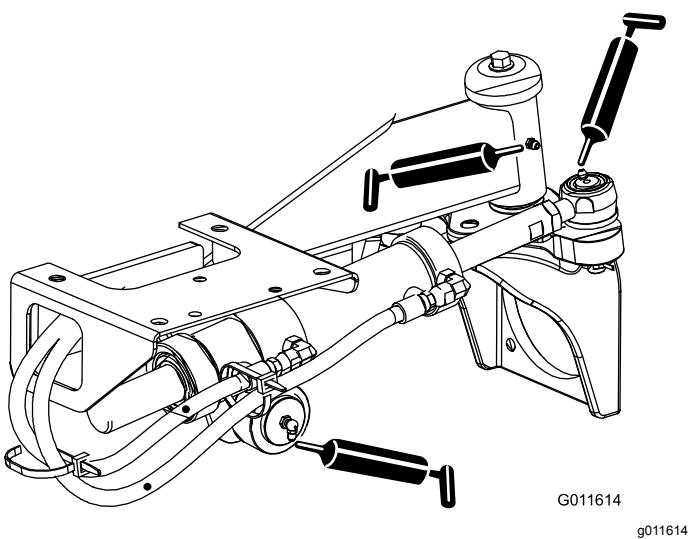

Figura 33
- Rótulas do cilindro de direção (2) e eixo traseiro (1) – Figura 33